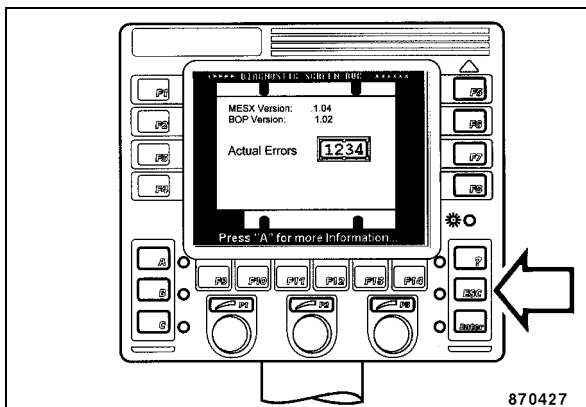

Fig. 233
- Con la tecla "ESC" (Fig. 233) se abandona la página de la pantalla con los códigos de error actuales.